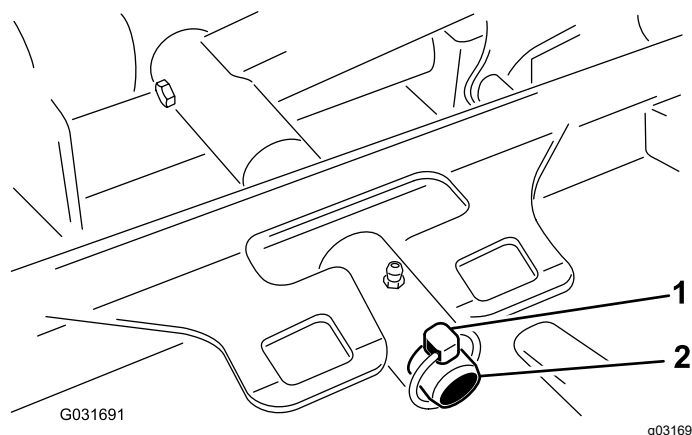

Figura 96
3. Togliete l'acciarino che fissa il telaio portante del piatto di taglio al perno di articolazione del braccio di sollevamento (Figura 96).
3. Fate scorrere il telaio portante del piatto di taglio sul perno orientabile del braccio di sollevamento e fissatelo con l'acciarino (Figura 96).